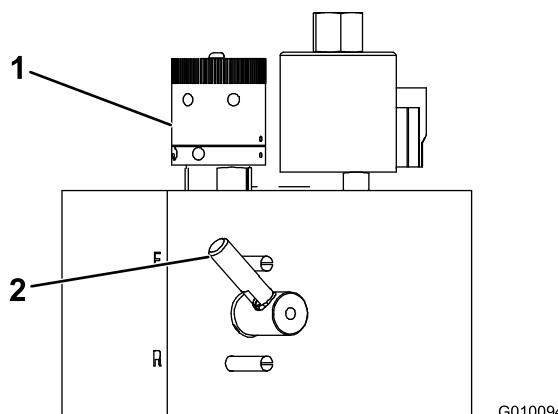

Figura 33
2. Certifique-se de que o manípulo de rectificação está colocado na posição Forward (F) (Figura 33).
3. Rode o manípulo de controlo da velocidade dos cilindros (Figura 33) para o número de definição determinado no passo 1.